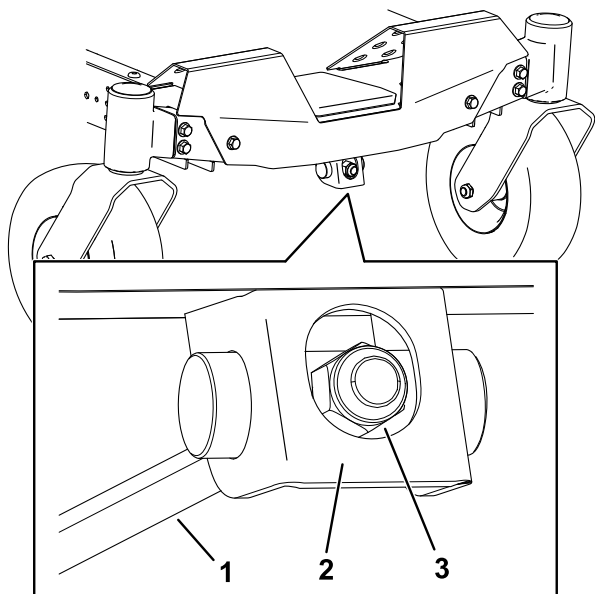

Figura 71
1. Ruotate il dado di regolazione nella parte anteriore del tosaerba (Figura 71).